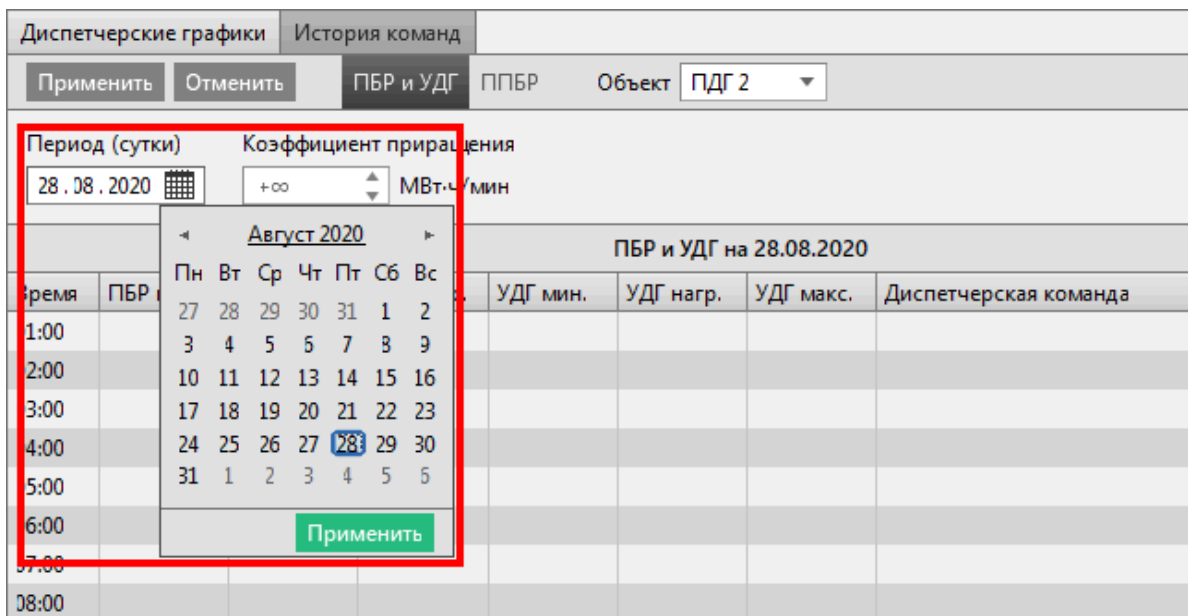

Рисунок 156 - Период ПДГ
2. Задайте период (Рисунок 156).